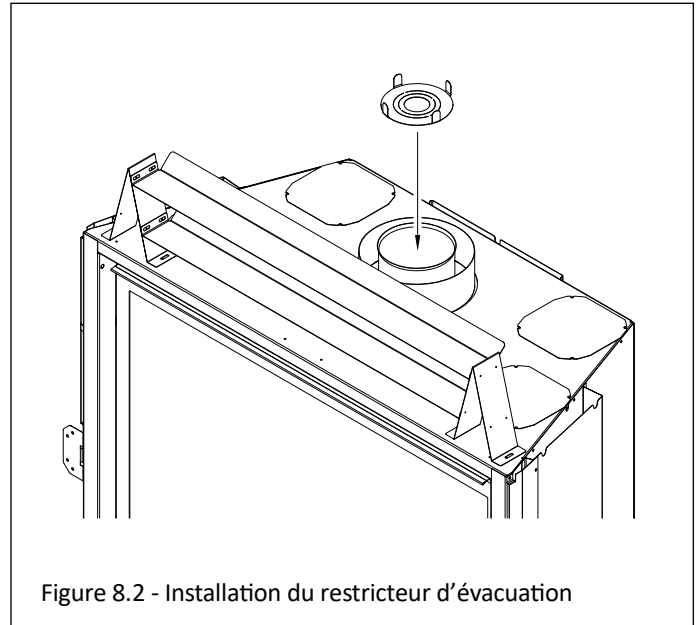

Figure 8.2 - Installation du restricteur d'évacuation
- La plaque de restriction est expédiée avec tous les anneaux intérieurs intacts et, une fois installée, elle offre la restriction d'évacuation la plus élevée. Les (2) anneaux pré-coupés du centre peuvent être retirés. Pour créer moins de restriction, retirer seulement le premier anneau du centre; pour créer encore moins de restriction, retirer aussi le deuxième anneau du centre.
- Voir la FIGURE 8.2 pour installer la plaque de restriction avant de raccorder le conduit d'évacuation, ou insérez-la par le déflecteur interne du foyer, si le conduit d'évacuation est déjà raccordé. Pour les recommandations d'ajustement d'évacuation par la plaque de restriction, voir la section 12.2.3, Restriction d'évacuation (après installation).